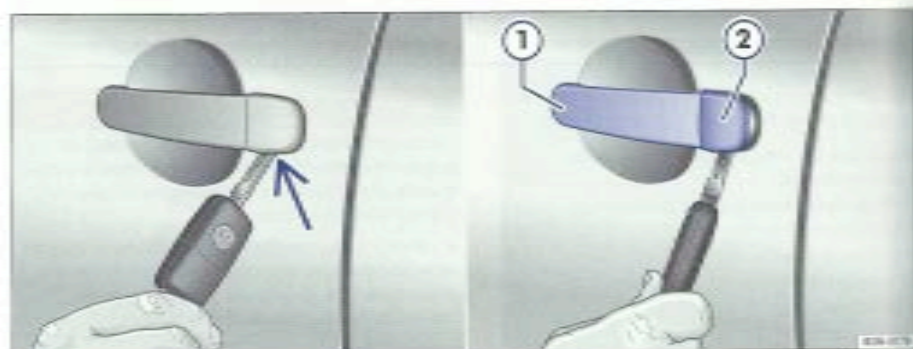

Fig. 202 Poignée de porte du conducteur : barillet masqué.
- Insérez la clé pannelon de la clé à radiocommande par le bas, dans l'ouverture du cache de la poignée de porte du conducteur $\Rightarrow$ fig. 202 (flèche).
- Tirez sur le levier d'ouverture de porte (1) et retirez le capuchon (2).